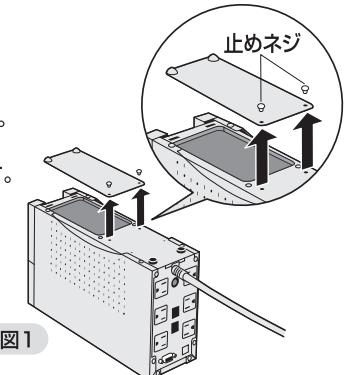

図1
4.本UPSを裏返して底面を上にします。(図1)
5.バッテリ交換カバーの止めネジ(2個)をネジ回し(プラス)で外し、カバーを外します。(図1)